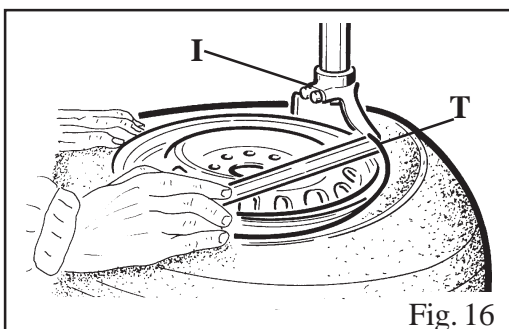

Fig. 16
- Placer les mors de blocage (G) de façon à ce qu'ils restent complètement fermés.
- Poser le pneu sur les mors et appuyer sur la pédale (V) pour élargir les mors et bloquer la jante.
- Appuyer sur la pédale (G) pour rappeler le bras vertical
- Placer le bouton de blocage (K) en position 2. Déplacer le bras opérateur (M) jusqu'à ce que l'outil de montage (I) s'appuie contre le bord supérieur de la jante et bloquer le tout par le bouton de blocage en position 1.
- De cette façon, on a bloqué le bras en sens vertical et horizontal et déplacé automatiquement l'outil de montage (I) de 2 mm. de la jante.
- Avec le levier (I) enfilé entre le talon et la partie avant de la tête (O), porter le talon du pneu au-dessus de la tête même (fig. 16).
Mit Hilfe des Hebels (T), der zwischen den Reifenwulst und den vorderen Teil des Montierfußes (I) eingeführt ist, der Wulst nun über den Montierfuß einstellen (Abb. 16).